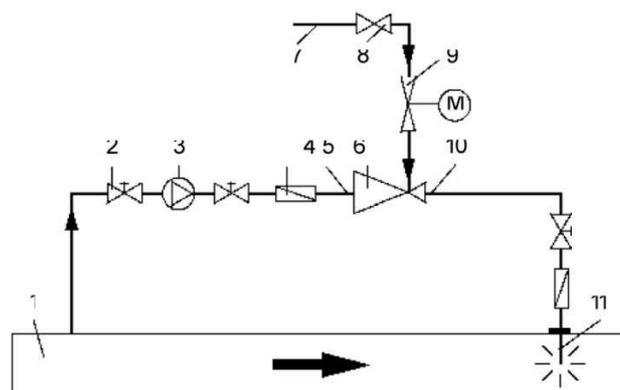

Fig. 3 Croquis de l'installation
De l'eau s'écoule entre la pompe d'eau motrice (3) et le dispositif d'inoculation (9), voir Fig. 3 Croquis de l'installation : la conduite n'est pas étanche !